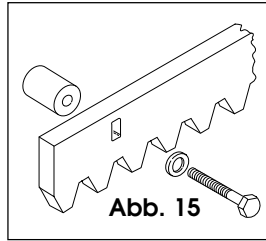

Abb. 15
4.4.2. ZAHNSTANGE AUSSTAHL ZUM ANSCHRAUBEN (Abb. 15)